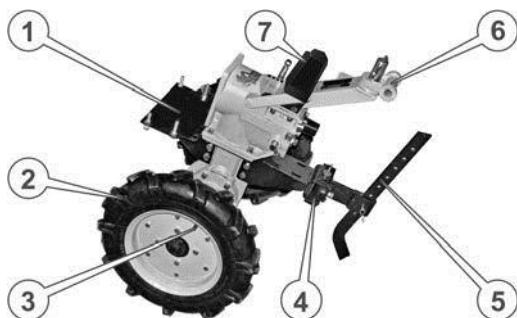

Рис. 6. – Сстійке положення мотоблока на сошнику
7. Поставити центральний вузол на колеса, утримуючи його від падіння вперед або назад. Встановити в причіпну цапфу регулятор глибини обробки ґрунту, зафіксувати його пальцем і шплінтом, підняти регулятор у крайнє верхнє положення й оперти на нього мотоблок, який Ви складаєте (див. Рис. 6.)
9. Вставити тягу (2) (див. Рис. 6.) відкидної передньої опори в отвір кронштейна (1), який розташований на правій (у напрямку руху мотоблока) стороні редуктора, пропустити її під тягою (3) механізму блокування правої півосі та під задньою балкою (4) кріплення двигуна.